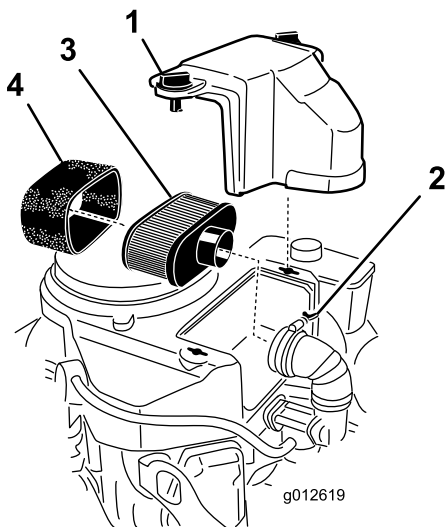

Figure 28
3. Nettoyez la surface autour du filtre à air pour éviter que des impuretés n'endommagent le moteur en tombant à l'intérieur (Figure 28).
4. Dévissez les boutons du couvercle et déposez le couvercle du filtre à air (Figure 28).
5. Dévissez le collier et déposez le filtre à air (Figure 28).
6. Sortez délicatement l'élément en mousse de l'élément en papier (Figure 28).
1. Nettoyez l'élément en papier en le tapotant pour faire tomber la poussière. Remplacez l'élément en papier s'il est très encrassé (Figure 28).
1. Glissez délicatement l'élément en mousse sur l'élément en papier (Figure 28).
2. Posez le filtre à air complet sur sa base ou sur le flexible et fixez-le en position (Figure 28).
3. Mettez le couvercle du filtre en place et serrez les boutons (Figure 28).